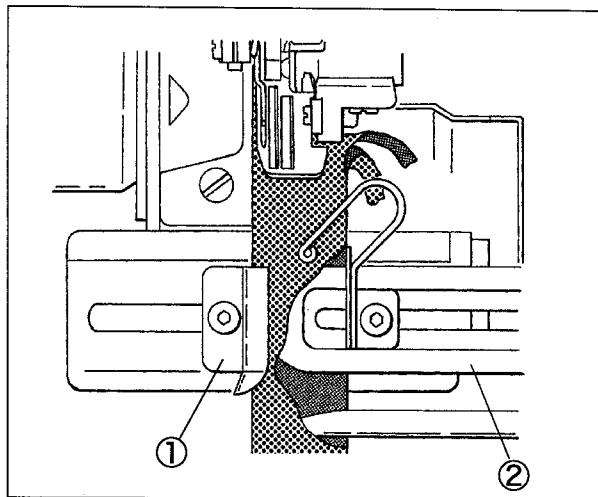

図 22
- (1) トグルスイッチを膝で押し、布ガイド①と定規②を開く。
- (2) リブ地を2つ折りにして定規にセットする。(図 22 参照)
- (3) もう一度トグルスイッチを押して、布ガイド①と定規②を閉じる。
- (4) 押エを上げて各ローラにリブ地を掛ける。
- (4) ベダルを踏み返して押エを上げ、リブ地を各ローラに掛ける。その上に身頃の生地を置く。
- (5) ベダルを踏み込み、押エを下ろして縫う。
- (6) 縫い始め部分が定規②に近づいたら、トグルスイッチを押して定規②を開き、残りの部分を縫う。